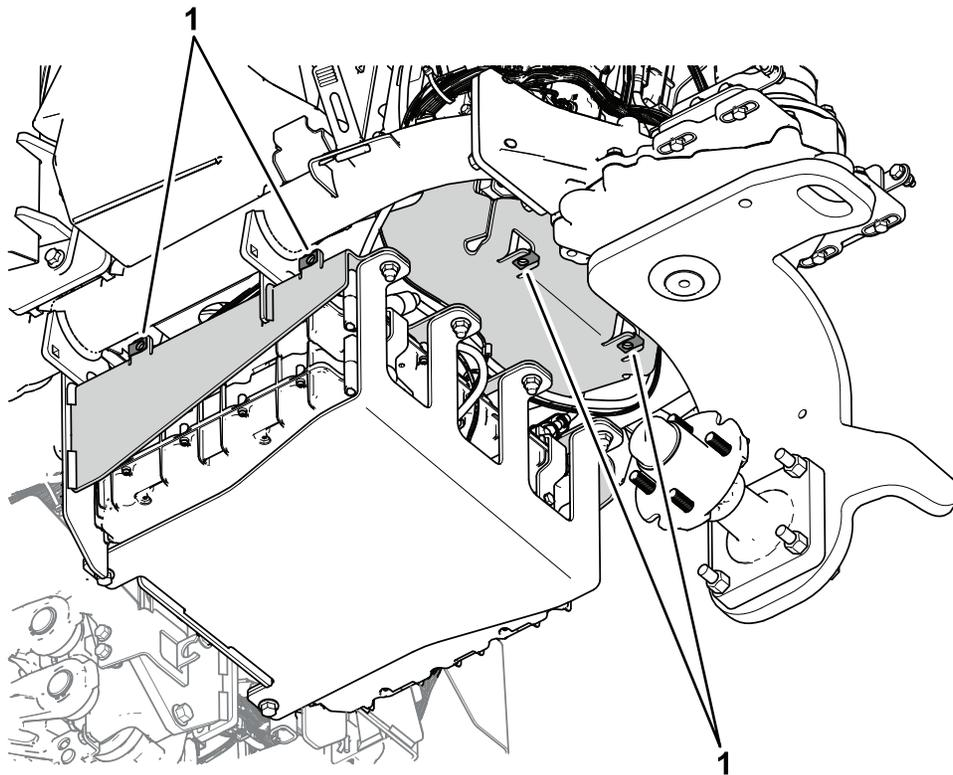

Bild 32
1. Montieren Sie die 6 Blechmuttern an den Laschen an der oberen und der unteren Montageplatte (Bild 32).